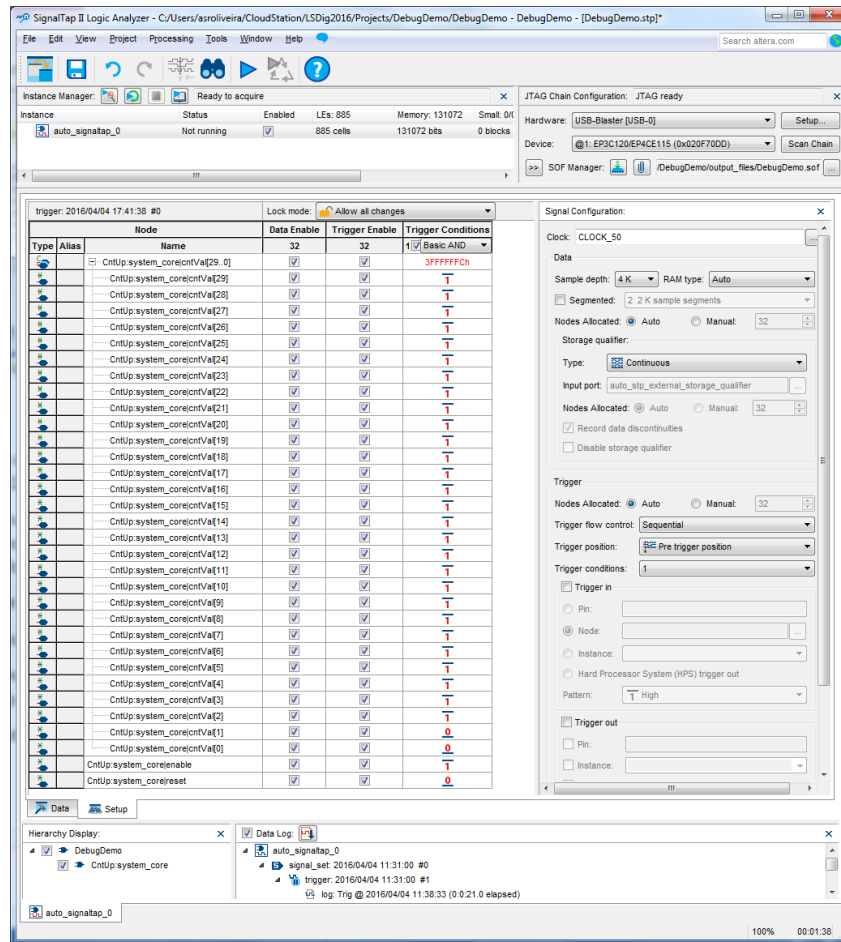
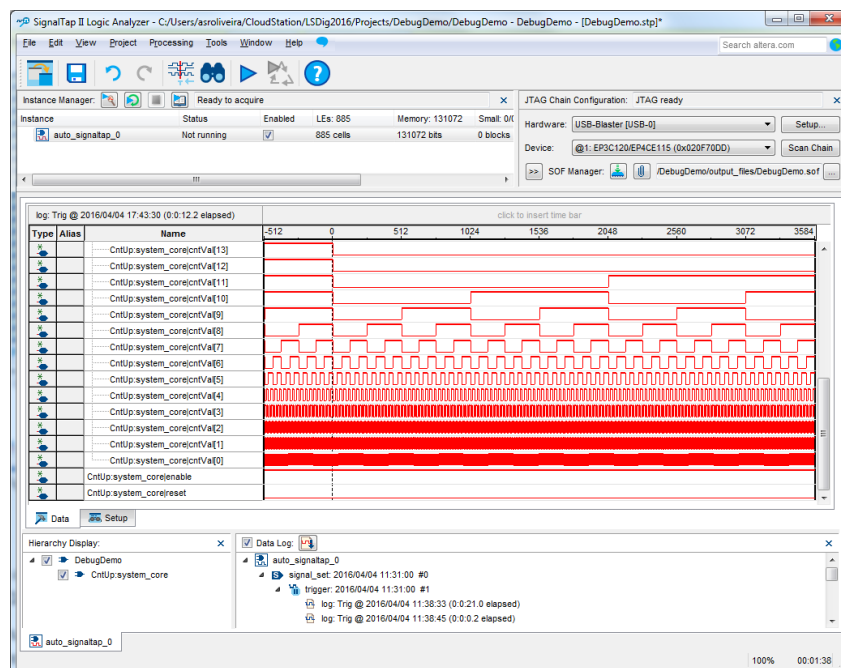

Figura 27 – Configuração do instante de disparo da captura (*trigger*) com base no valor dos sinais *reset*, *enable* e *cntVal*.
Figura 28 – Janela “Data” da aplicação “SignalTap II Logic Analyser” depois de uma nova aquisição, onde foi capturado o *wrap-around* do contador.
10. Podem ser visualizados instantes particulares da contagem se forem definidas condições de *trigger* mais restritas. A título de exemplo, pode ser visualizado o instante de *wrap-around* do contador através da atribuição do valor “11...100” a *cntVal*, o que leva a que a captura seja disparada três ciclos de relógio antes do contador voltar à contagem “00...00” (Figura 27). Volte a executar o comando “Processing → Run Analysis” para efetuar a captura (Figura 28).